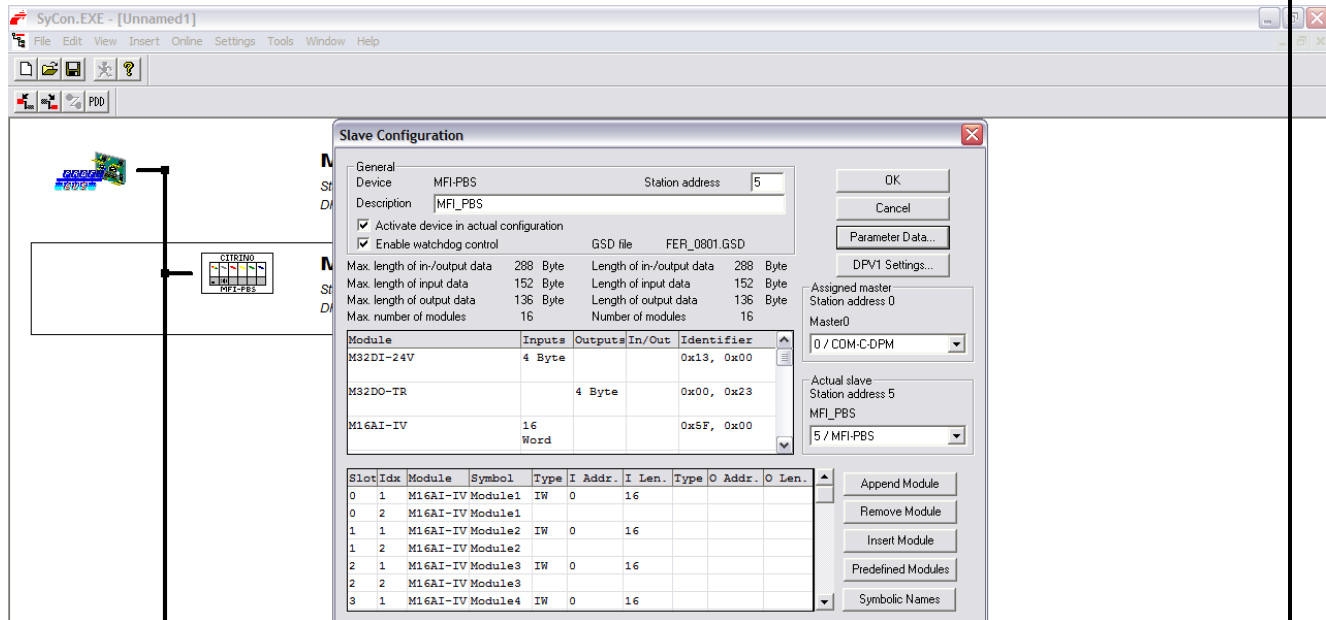

Figura 3.3.4 – Exemplo de configuração e parametrização no SyCon (configuração)
- 7) Agora a configuração deve ser feita. Apenas como exemplo, coloque 4 módulos de M16AI-IV, 6 módulos M32DI-24V, 4 módulos M16AO-IV e 2 módulos M32DO-TR dando um duplo clique no módulo selecionado na janela *Slave Configuration* (Figura 3.3.4);